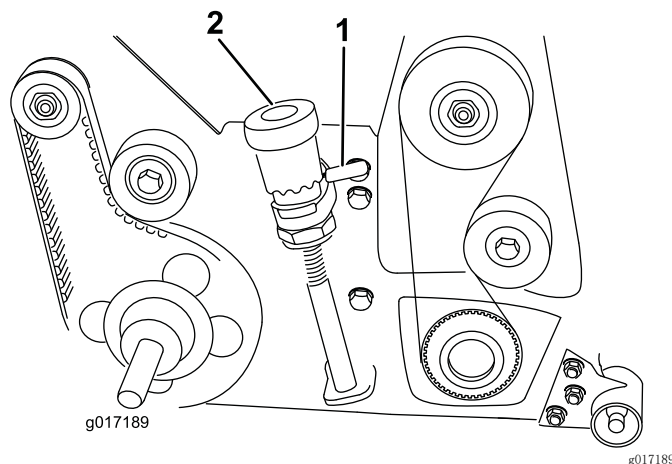

图25
2. 使用快速升起联杆（两侧）将疏草滚刀放低到疏草位置（图25）。
4. 提起并转动微型调节旋钮（图25），提起或放低刀尖。
当运输机器时，应确保将疏草滚刀提起至其行驶（提起）位置。要提起疏草滚刀，请旋转左、右快速升起联杆，使它们朝向后面（图25）。要放低疏草滚刀，请将快速升起联杆向前转动。